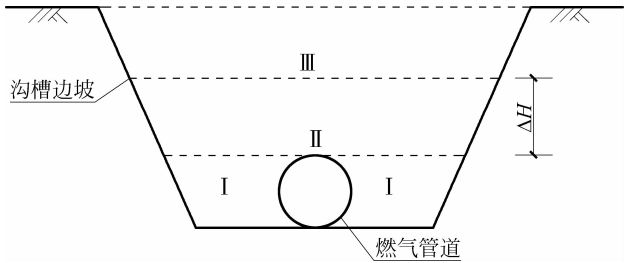

图 1-2 回填土部位划分示意图
网络计划图中的 E1、E2 工作为土方回填和敷设警示带，管道沟槽回填土的部位划分为 I、II、III 区，如图 1-2 所示。
2. 图 1-2 中  $\Delta H$  的最小尺寸应为多少？（单位以 mm 表示）
5. 图 1-2 中的 I、II 区回填土密实度最少应为多少？